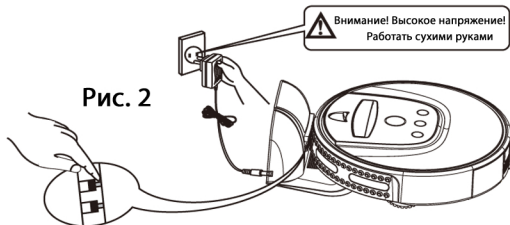

Рис. 2
3. Перед началом процесса заряда батареи соедините адаптер с главной станцией и расположите робот-пылесос встык с главной станцией. (См.рис.2)